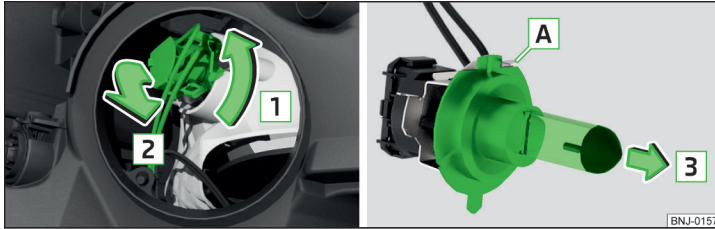

Abb. 307 Glühlampe für Abblendlicht wechseln
- › Den Stecker mit der Glühlampe in Pfeilrichtung **1** drehen » Abb. 307.